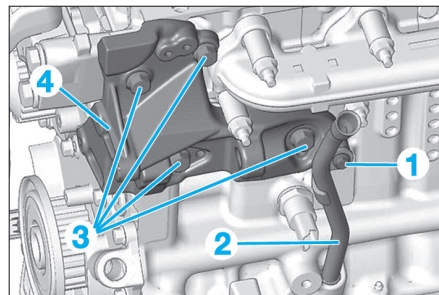

Fig. 52
- la vis de fixation (1) (Fig.52),